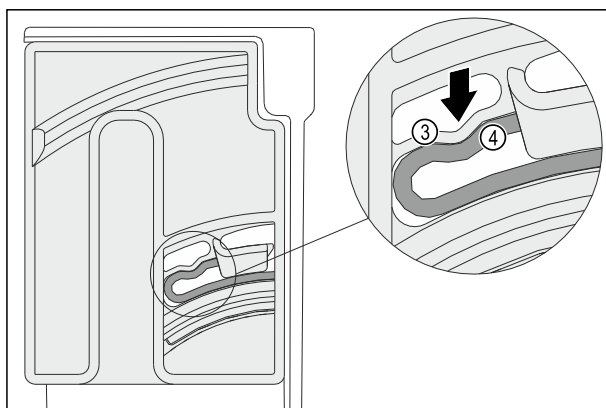

Fig. 120
- Еластичний елемент Fig. 120 (3) поворотного модуля зафіксується з характерним звуком у заокругленні ребра Fig. 120 (4).